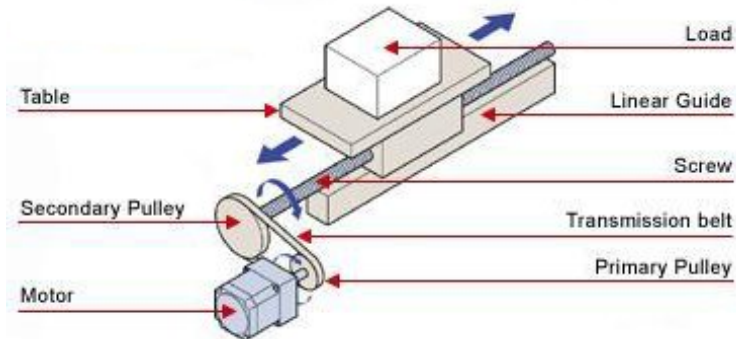

Figura 1. Masa + Motor DC
- Partiendo del concepto del sistema de la Figura 1, realizar el montaje pertinente, de manera que se tenga como entrada del sistema el voltaje que controla el motor DC y como salida la posición de la masa.